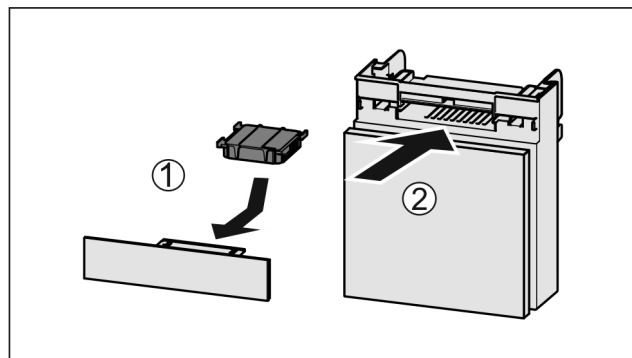

Fig. 95
- ▶ Aktivni ogljeni filter vstavite Fig. 95 (1) skladno s prikazom na sliki.
- ▶ Predal potisnite noter Fig. 95 (2).